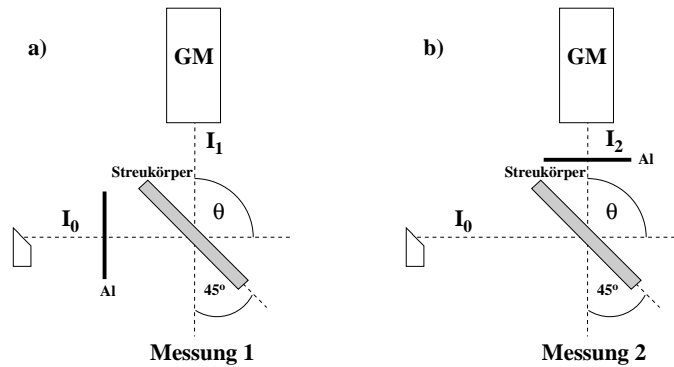

Abbildung 3: Experimenteller Aufbau
- (b) Ersetzen Sie die 2 mm Blende durch eine 5 mm Blende und den LiF-Kristall durch einen Plexiglas-Streuer. Bei den nachfolgenden Messungen empfiehlt sich die manuelle Messung. Stellen Sie den Kristall auf  $45^\circ$  und das Geiger-Müller Zählrohr auf  $90^\circ$  (Abb.3) und messen Sie die Intensität  $I_0$  der Cu-Röhre.